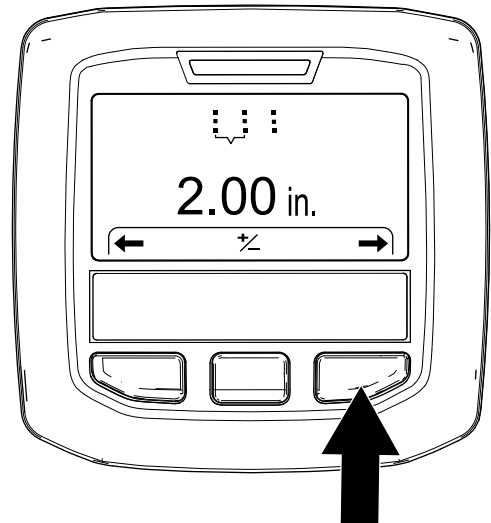

Figura 48
- Apăsai butonul InfoCenter din dreapta pentru a afia ecranul Setting the Hole Spacing (Setare spaiere găuri) (Figura 48).
- Apăsai butonul InfoCenter din dreapta pentru a afia ecranul Setting the Tine Diameter (Setare diametru dințe) (Figura 48).